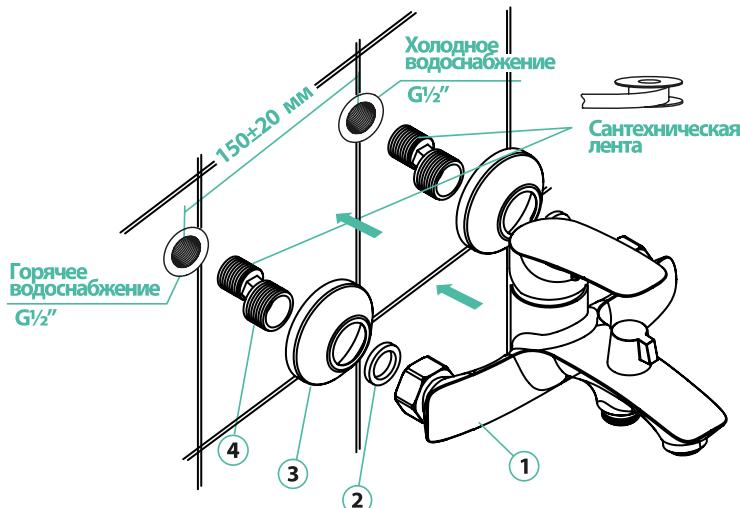

Рис. 1
1. Убедитесь, что входные трубы горячей/холодной воды подведены правильно: горячая должна находиться слева, холодная справа (рис. 1).
2. Отключите систему холодного и горячего водоснабжения. Ввинтите эксцентрические переходники (рис. 1) в выходы трубопроводов системы водоснабжения, предварительно уплотнив резьбовую часть изоляционным материалом. Подберите положение эксцентрических переходников, при котором они совпадут и будут соответствовать присоединительному расположению смесителя. При этом положение смесителя должно быть горизонтальным.